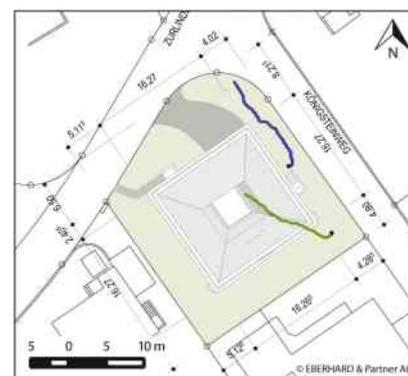
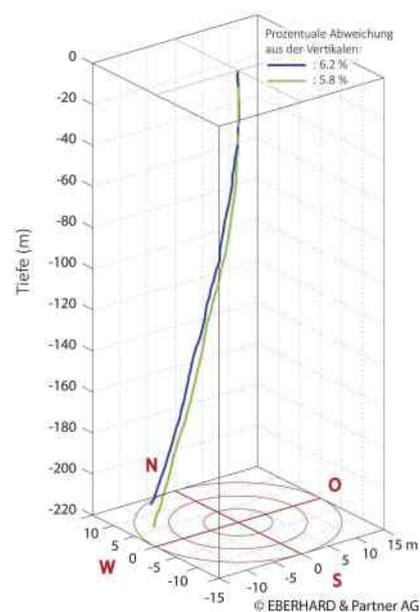
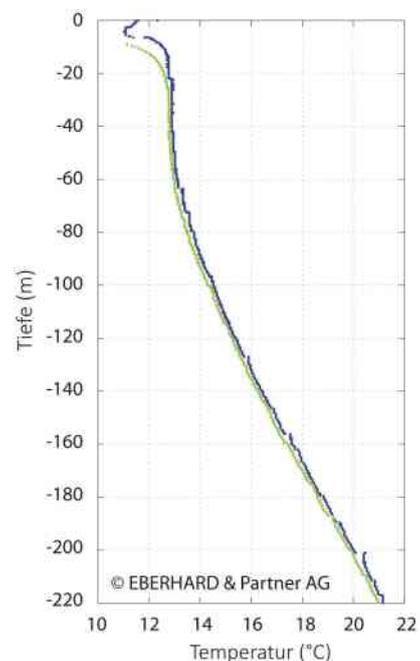

Abb.3: Spurverlauf von zwei Erdsonden in der Tiefe.
Abb.4: Räumliche Ansicht des Sondenverlaufs von zwei Erdsonden.
Abb.5: Tiefenabhängiger Temperaturverlauf in den Sonden.
sogar unter dem eigenen Grundstück. Weitere unterirdische Bauwerke wie z.B. Tunnels, Kavernen usw. können dadurch ebenfalls betroffen sein. Im Hinblick darauf, dass vermehrt Erdsondenanlagen geplant und realisiert werden, wird es immer dringender zu wissen, wie der genaue Verlauf der Sonden in der Tiefe tatsächlich aussieht (Abb.3). Der Verlauf der in die Erdsondenbohrungen eingebrachten Polyethylenrohre (PE), welche einen Durchmesser von 32 mm oder 40 mm aufweisen, kann seit dem Jahre 2011 durch das DeepDrifter®-System der Eberhard & Partner AG, Aarau, bis in eine Tiefe von 500 m vermessen werden. Hierbei wird sowohl der Verlauf in die Tiefe als auch die prozentuale Abweichung von der Vertikalen und die Richtung, in welche die Abweichung erfolgt, aufgezeichnet (Abb.4). Daneben kann auch der tiefenabhängige Temperaturverlauf erfasst werden (Abb.5).